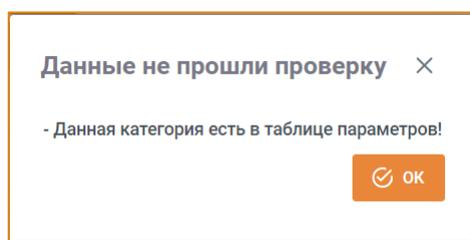

Рис. 27 – Ошибка удаления категории
**Внимание!** Удаление категории возможно только в том случае, если данная категория не настроена на параметры. В противном случае система выдаст уведомление (Рис. 27).